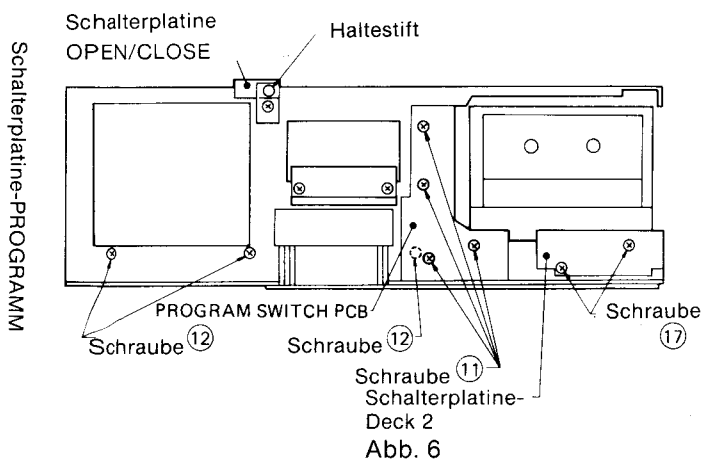

Abb. 6
- 5) Den Haltestift der OPEN/CLOSE-Platine entfernen und die Platine von dem Chassis lösen, siehe Abb. 6.
- 7) Die drei Befestigungsschrauben (12) des Laufwerks lösen (siehe Abb. 6)
- 2) Die vier Schrauben (11) und die zwei Schrauben (17) siehe Abb. 6 lösen. Die Programmplatine und die Schalterplatine von Rekorder 2 entfernen.